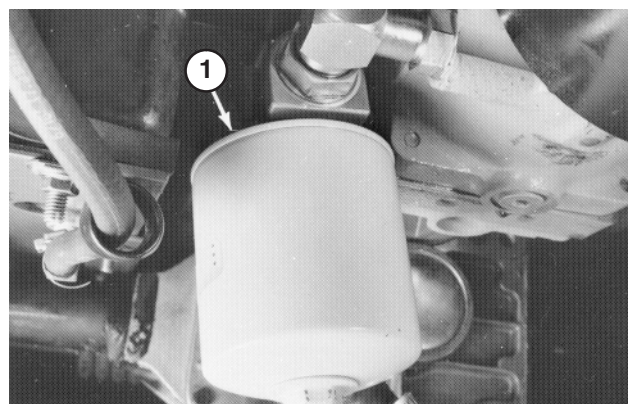

Figure 71
1. Nettoyez la surface de montage du filtre à huile hydraulique. Enlevez le filtre de la base (Fig. 71) et nettoyez la surface de montage du filtre.